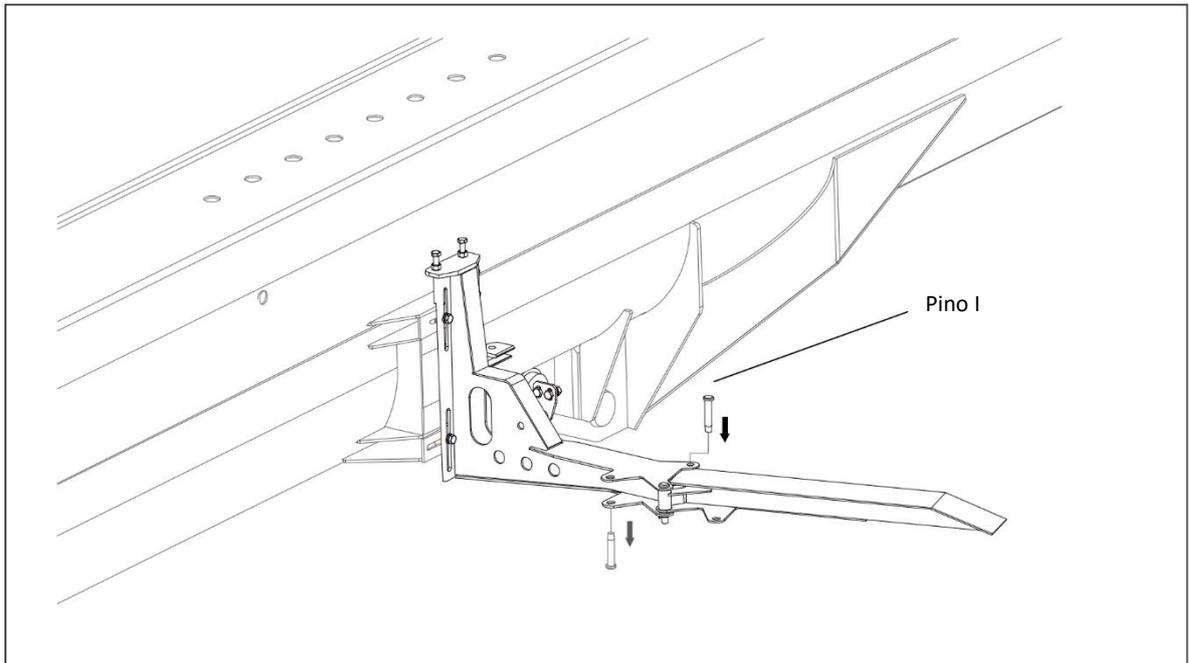

Figura 5-3 Estender o suporte intermediário
- f) Remova o pino I. Estenda o suporte intermediário e instala o pino I removido. Consulte a figura 5-3.